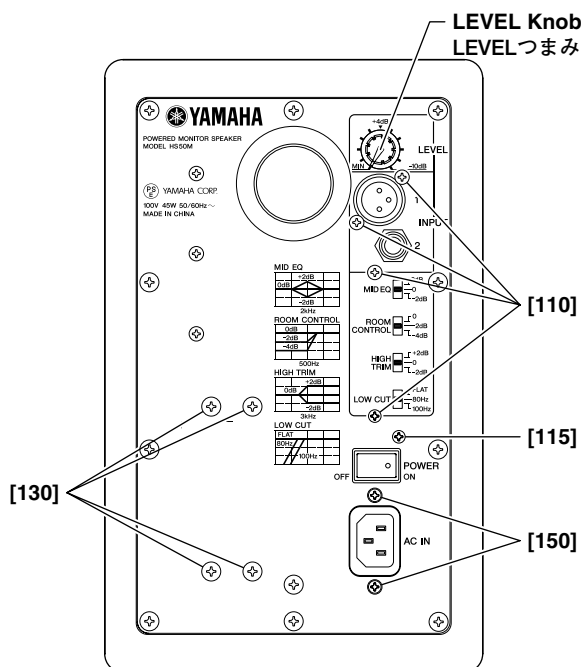

Fig. 3 (図 3)
- 5-5 Remove the three (3) screws marked [G] and remove the case PWB. (Photo. 3)
- 5-2 [110]のネジ4本と[115]のネジ1本を外します。(図 3)
- 5-3 LEVELつまみと[E]の六角ナットおよび[D]のワッシャを外します。(図 3、写真 5)
- 6-2 Remove the four (4) screws marked [130]. The TRANS circuit board with the power transformer can then be removed. (Fig. 3)
- 7-2 Remove the two (2) screws marked [150]. (Fig. 3)
- 6-2 [130]のネジを4本外し、TRANSシート(電源トランス付)を外します。(図3)
- 7-2 [150]のネジを2本外します。(図3)